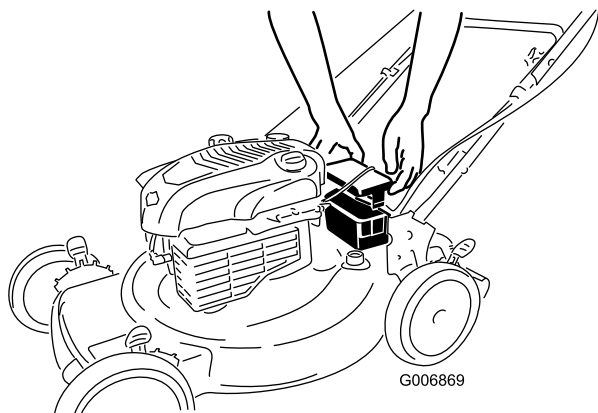

Рисунок 7
1. Расфиксируйте оба торца крышки батареи и снимите ее (Рисунок 7).